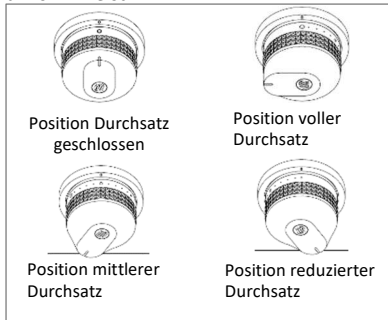

Abbildung 2: Einstellung des Bedienungshebels
6. Stellen Sie nun die Flammhöhe durch Drehen des oder der Bedienungshebel nach Belieben auf vollen Durchsatz (großer Kreis) oder geringen Durchsatz (kleiner Kreis) ein (Siehe **Abbildung 2**)